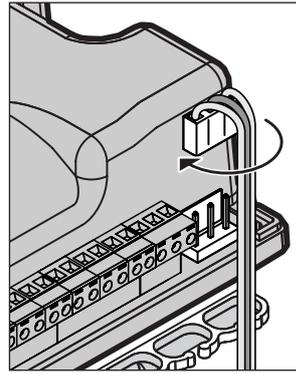

Abb.25
**PRETTY.A** wird mit dem Schnellverbinder M1 geliefert, der standardmäßig für den Betrieb am rechten Torflügel angeordnet ist. Sollte er am linken Torflügel installiert werden, entfernen Sie den Stecker M1, drehen Sie ihn um 180° und setzen Sie ihn wieder ein (Abb. 25).